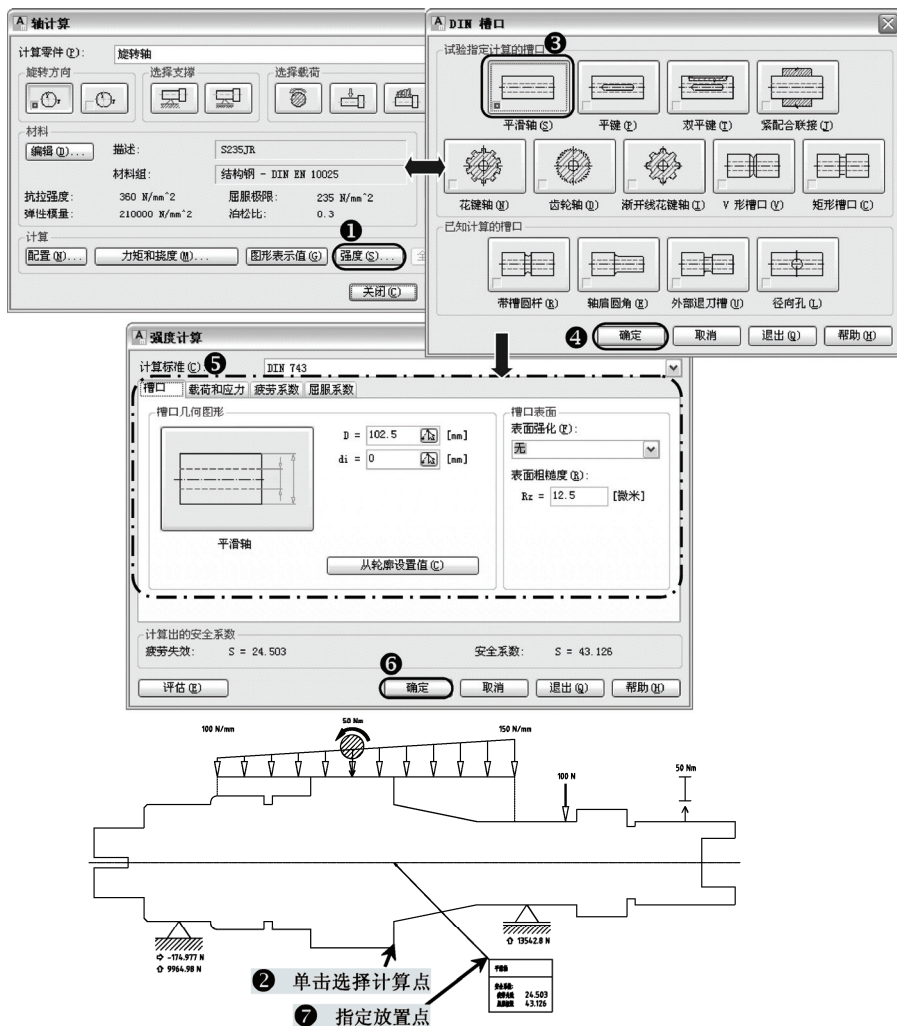

图 13-20 强度计算
12) 单击“计算”选项中的“强度”按钮，系统自动隐藏对话框，在轴上指定要计算强度的地方，弹出“DIN 槽口”对话框，选择相关类型，单击“确定”按钮，弹出“强度计算”对话框，在该对话框中进行相关设置，单击“确定”按钮，在屏幕上指定图表放置点，返回“轴计算”对话框，如图 13-20 所示。